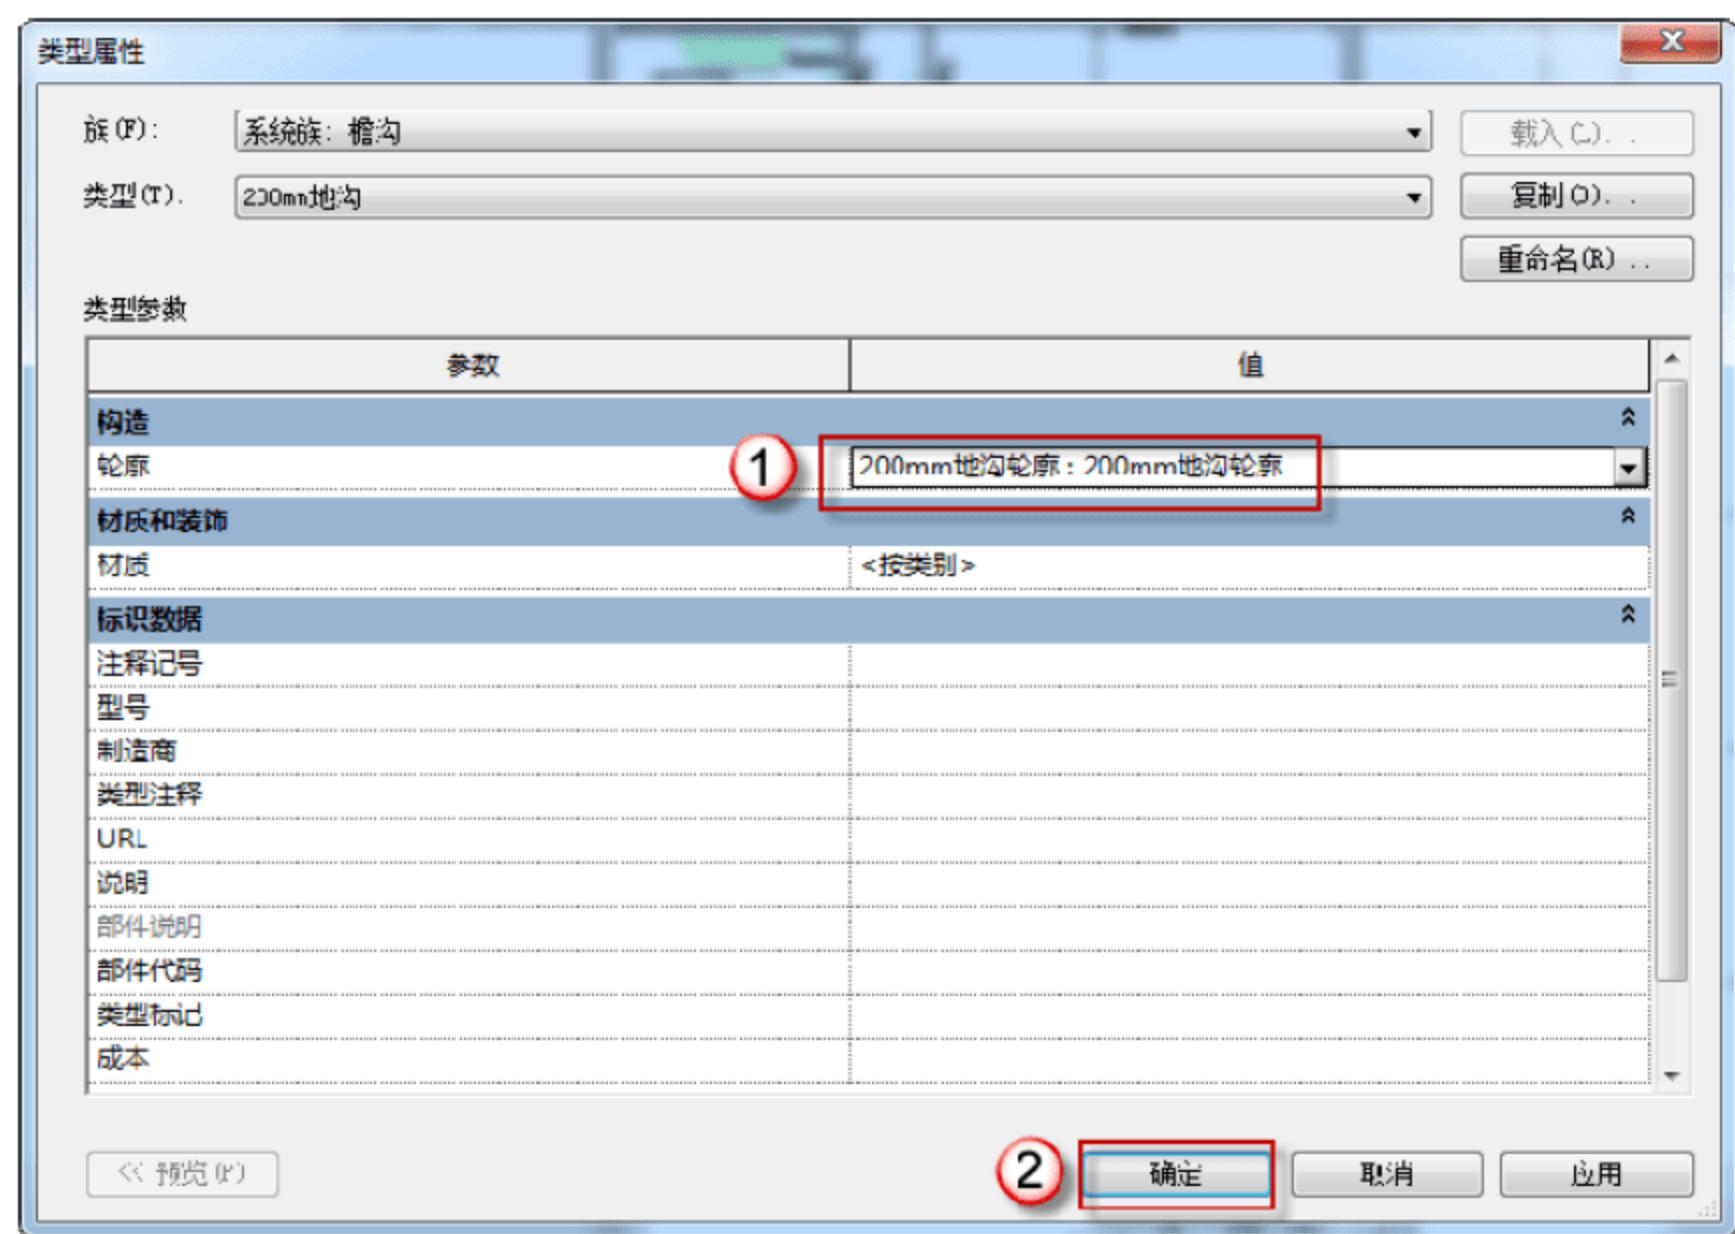

图 9.2.69 设置类型参数
(26) 设置类型参数。在返回的“类型属性”对话框中，单击“轮廓”参数对应的“值”单元格按钮，选择“200mm 地沟轮廓：200mm 地沟轮廓”，单击“确定”按钮，如图 9.2.69 所示。